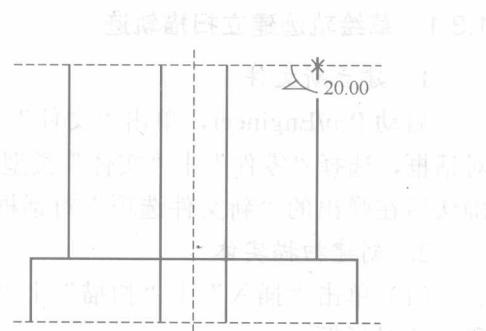

图 1-20 绘制二维截面
(4) 单击  按钮，再次进入旋转模式，单击“草绘”对话框中的“使用先前的”按钮，选取上一特征建立时所选择的面作为草绘平面，其余接受默认设置。绘制一条铅垂的中心线和如图 1-20 所示的二维截面图，单击  按钮结束草绘截面。